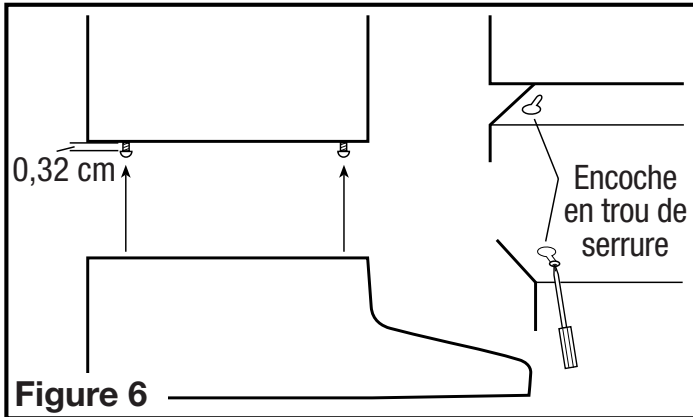

Figure 6
1. Vissez les 4 vis de montage aux endroits préalablement marqués. Laissez un jeu d'environ 0,32 cm. Faites glisser les vis dans les encoches en trou de serrure de la hotte, en prenant soin d'aligner la partie avant de la hotte avec le rebord des armoires. Ensuite, serrez fermement toutes les vis (Figure 6).